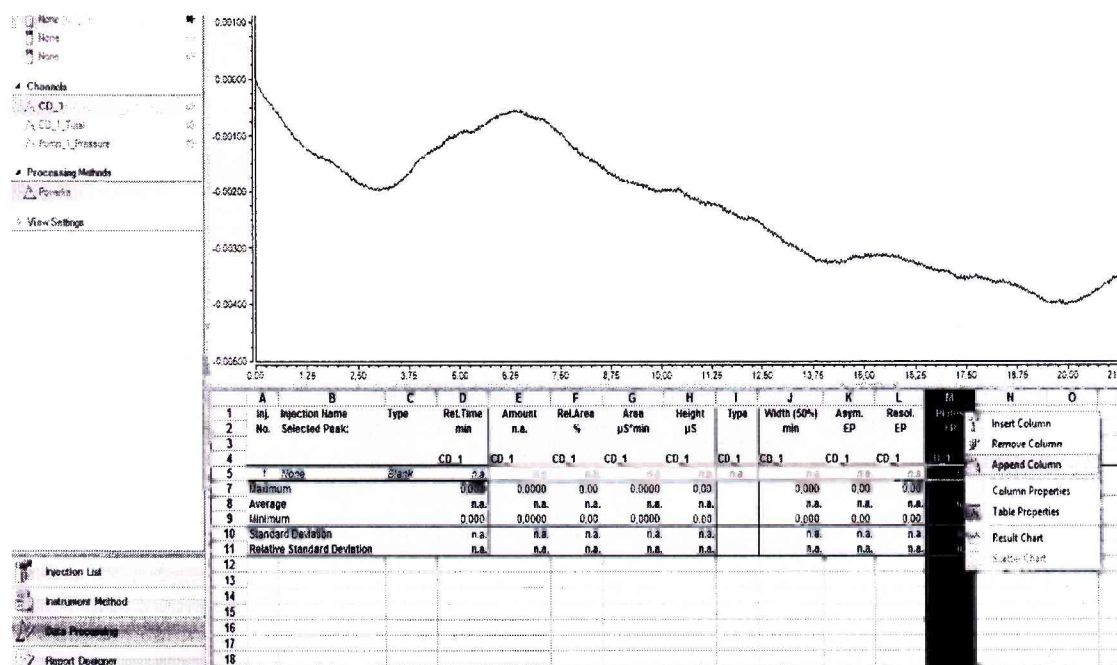

Рис. 3 Окно Summary
2.1 После окончания работы последовательности, двойным кликом по хроматограмме, по которой ведется расчет шума и дрейфа, открывается отчет. Выбирают вкладку Summary и добавляют новую колонку, нажав правую кнопку мыши и выбрав Append Column (Рис. 3).